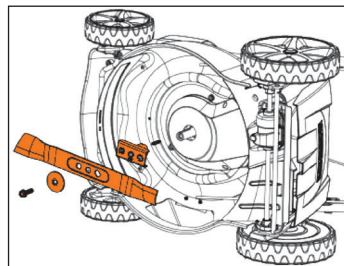

Рис. 19
- Для замены ножа (Рис. 19) положите ее набор.